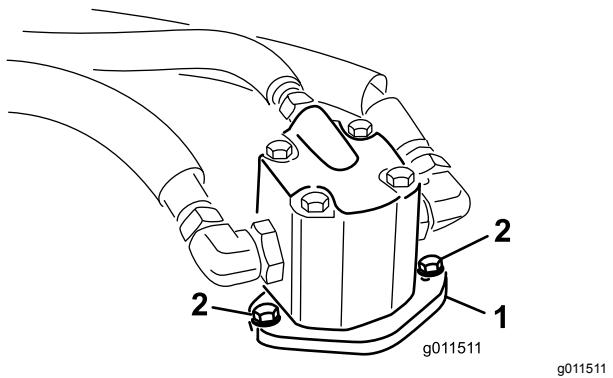

Figura 94
4. Retire os parafusos que fixam o motor hidráulico à plataforma do cortador (Figura 94).